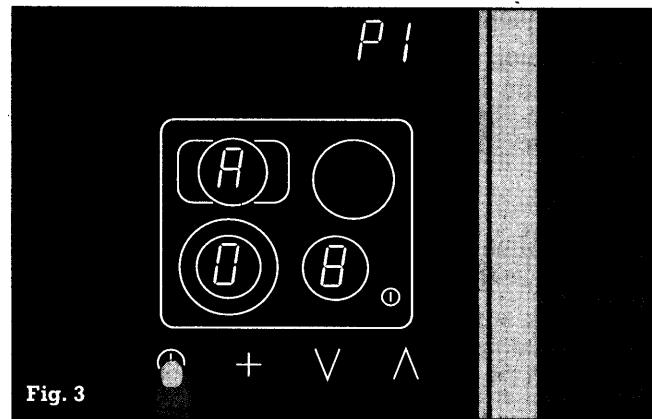

Fig. 3
- Tryck lätt på symbolen timer O om du vill spara värdet. Nu hörs en ny signal och P / lyser konstant (fig. 3).